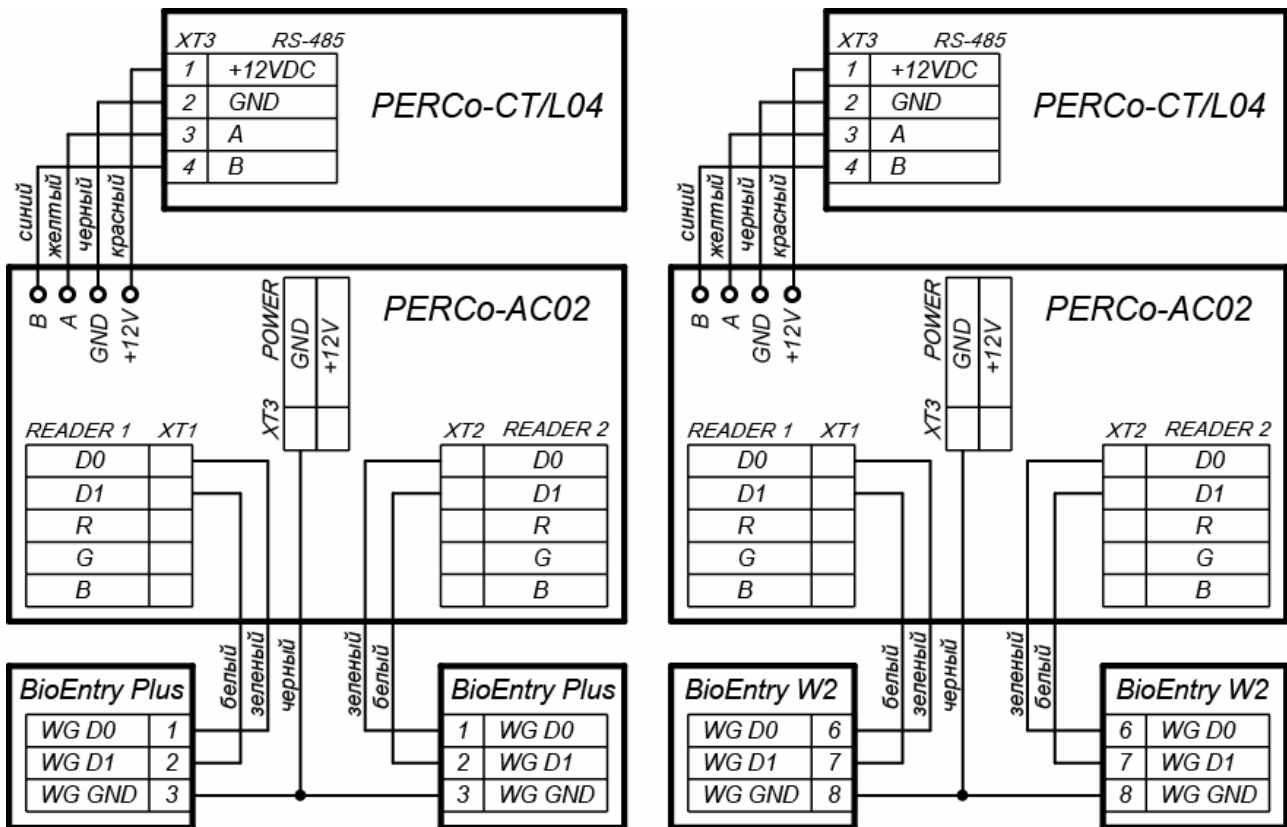

Рисунок 16. Схемы подключения контроллеров *Suprema* к контроллеру *PERCo-CT/L04* через конвертер интерфейса *PERCo-AC02*
2. В качестве считывателя отпечатков пальца при управлении одним из направлений двухстороннего замка (турникета). В этом случае поддерживается контроль зональности, ИУ управляется выходами контроллера *PERCo-CT/L04*, контроллер *Suprema* подключается к контроллеру *PERCo-CT/L04* по интерфейсу *Wiegand* через конвертер интерфейса *PERCo-AC02* (схемы подключения - см. рис. 16).